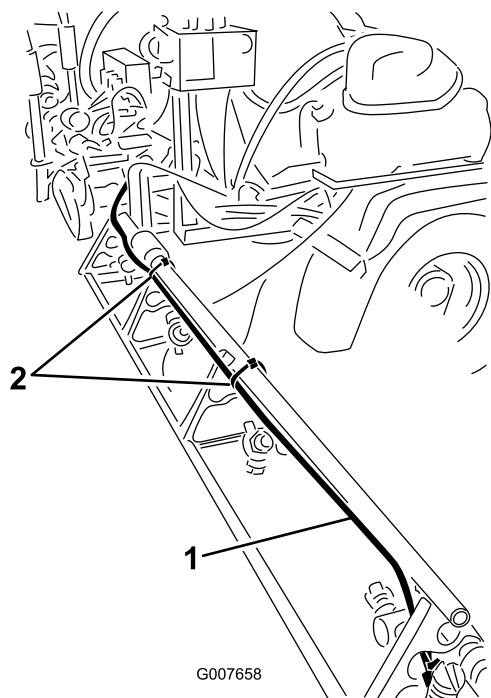

Figure 14
4. Acheminez les tubes à l'arrière de la barre de support supérieure de la section de rampe extérieure, comme montré à la Figure 14.
6. Attachez les tubes à la section de rampe extérieure à l'aide de serre-câbles, comme montré à la Figure 14.